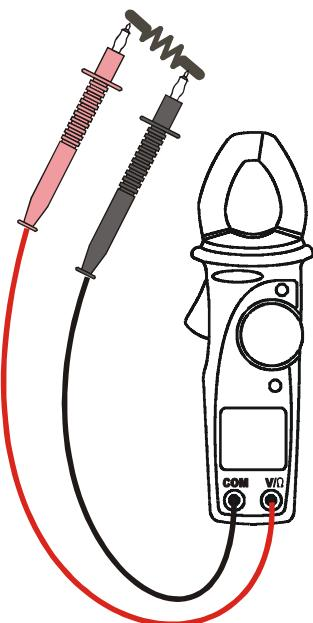

Fig. 8: Utilizzo della pinza per misura di continuità
2. Inserire il cavo rosso nel terminale di ingresso V/Ω e il cavo nero nel terminale di ingresso COM, come mostrato in Fig. 8.